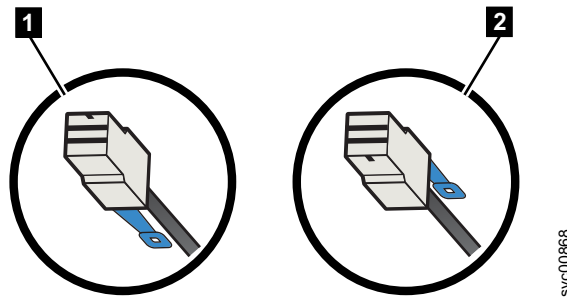

Abbildung 42. Ausrichtung des SAS-Kabelsteckers
- Wenn Sie ein Erweiterungsgehäuse anschließen, muss sich die blaue Haltezunge unter dem Kabel befinden (**1** in Abb. 42).
- Wenn Sie eine 2145-SV1-Einheit anschließen, muss sich die blaue Haltezunge über dem Stecker befinden (**2** in Abb. 42).